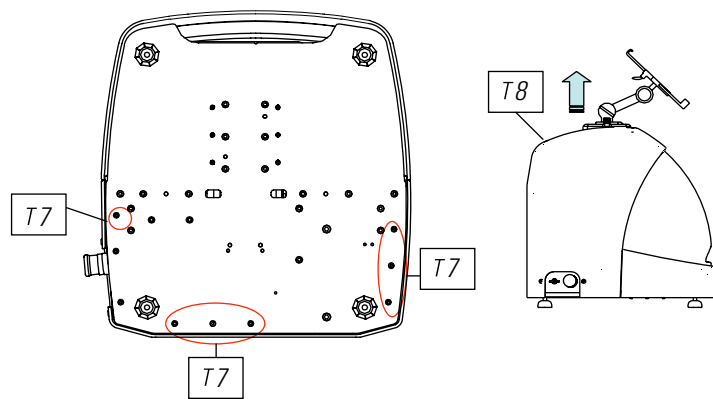

FIG. 21
- 3) Soltar 7 tornillos (T7) con una llave allen de 3.(Fig.21)